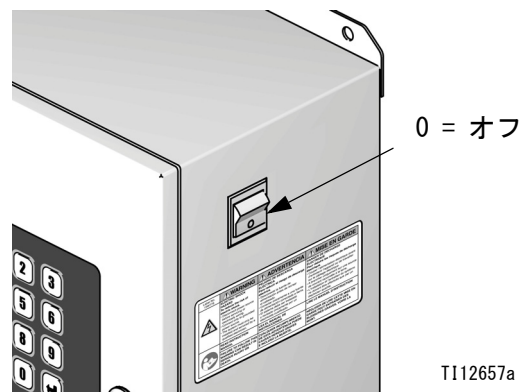

図 14: 電源オフ
- ProMix 2KS の電源を切ります (0 位置)。図 14。